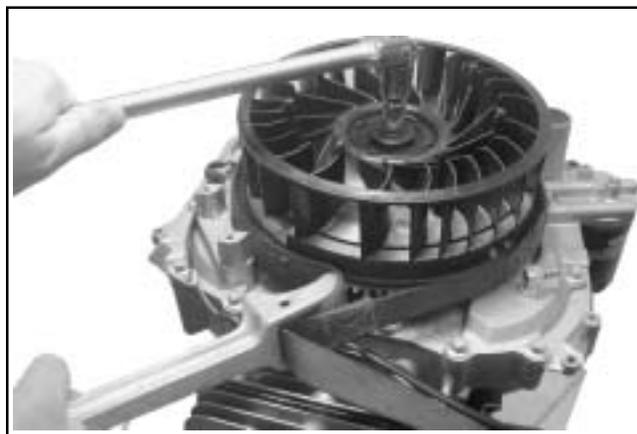

Figura 8-23. Rimozione dei dispositivi di fissaggio di ventola e volano.
2. Rimuovere la vite di fissaggio, la rondella e la piastra di montaggio della ventola, che fissano la ventola ed il volano all'albero motore. Vedere Figura 8-23.